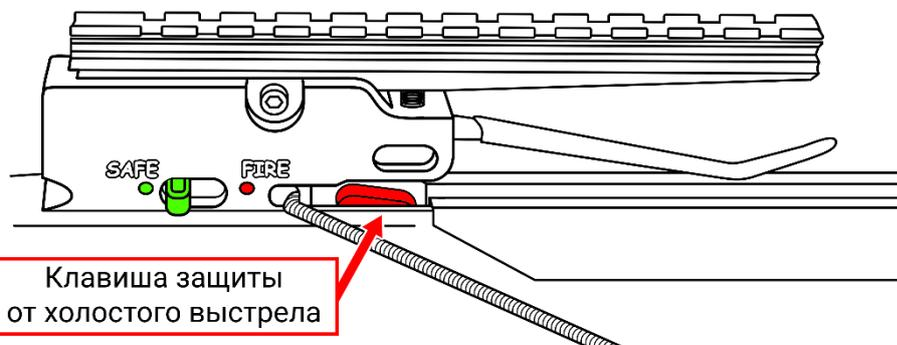

Рис.12
2. Пока предохранитель включен, работает защита от холостого выстрела, которая **не дает снять предохранитель**, пока на направляющей нет стрелы (Рис.12).